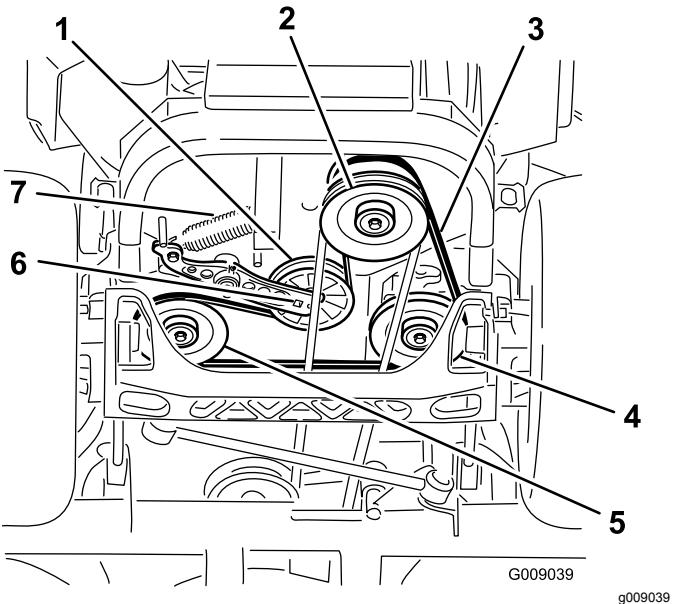

Figure 77
4. Soulevez la machine sur des chandelles (Figure 77).
5. Insérez un rochet dans le trou carré du bras de la poulie de tension pour déposer le ressort de la poulie de tension (Figure 77).
6. Décrochez le ressort de tension sur le cadre (Figure 77).
9. Insérez un rochet dans le trou carré du bras de tension pour installer le ressort de la poulie de tension sur le cadre (Figure 77).